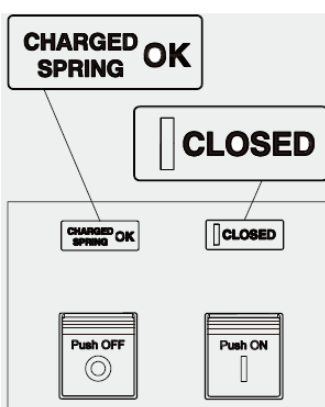

图 28
4. 断路器处于合闸状态，且弹簧已储能（见图 28）。断路器合闸后出现该状态（请查阅第 4 步 - 图 28），可人工或通过齿轮电机（如有配置）自动为弹簧重新储能。